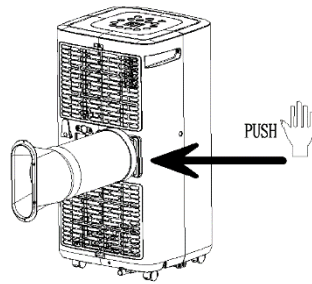

Abb.2
- Bitte verbinden Sie die beiden Abluftschlauch-Adapter durch Drehen mit jeweils einem Ende des Abluftschlauchs und befestigen Sie anschließend den Abluftschlauch am Rücken des mobilen lokalen Klimagerätes (siehe Abb.2).